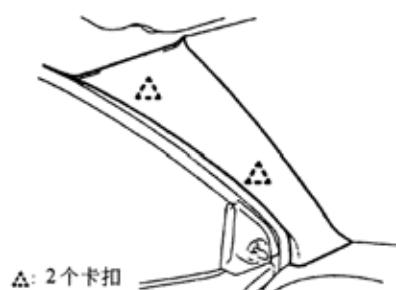

图 9-117
6)拆下左前门柱装饰板。松开 2 个卡子，拆下右侧前装饰柱，如图 9-117 所示。